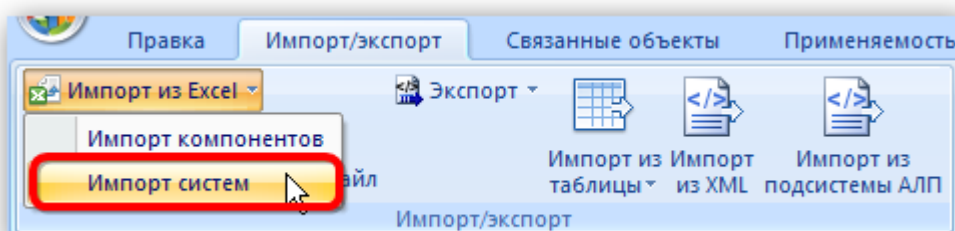

Рис. 10-83 – Импорт ЛСИ-систем из файла Excel
2) Выбрать в рабочем окне «Логистическая структура» папку, в которую будут добавлены данные из файла, нажать кнопку «Импорт из Excel» панели «Импорт/экспорт» и из раскрывшегося списка выбрать пункт «Импорт систем» (рис. 10-83).